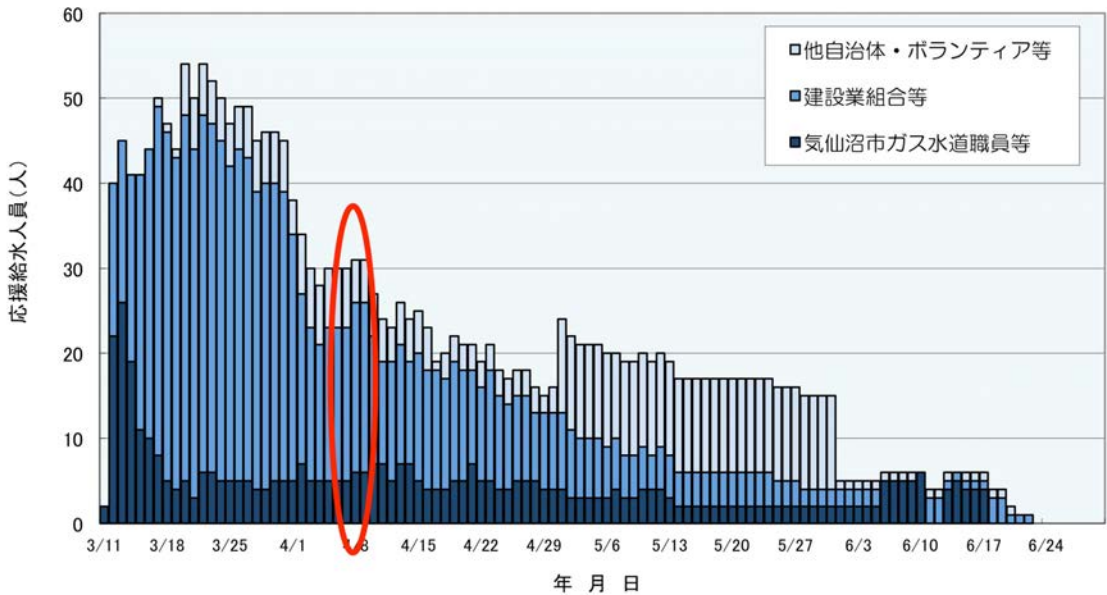

図2 応急復旧対応
**成田主任** 応急給水対応と応急復旧対応とに分けて話をさせていただきます。拠点給水として大規模な避難所で給水、運搬給水として山間部地域や独居高齢者の多い地域、団地、医療施設、福祉施設、炊き出し施設などに応急給水を実施しました。震災の翌日の3月12日から7月8日までの129日間という長期にわたり、35業者、8自治体、延べ2,974人の方々に協力をいただきました。給水支援では、4月7日に大きな余震があり、全戸断水になり、その際の復旧は2~3日でしたが、再度応援をお願いしたので、図2のようになっています。